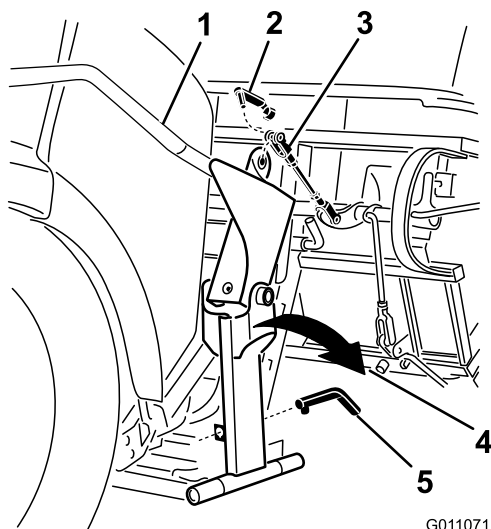

Figura 34
3. Togliete la molla per cavallotto collegando la forcilla all'impugnatura (Figura 34).
4. Estraete il perno dal foro della chiave che tiene posizionata l'impugnatura (Figura 34).
5. Ruotate l'impugnatura verso l'esterno per consentire l'accesso al cofano (Figura 34).